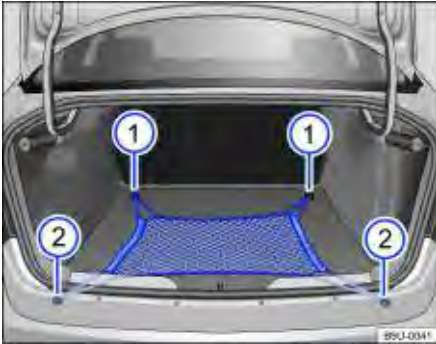

Fig. 81 No compartimento de bagagem: rede para bagagem.
Encaixar as alças da rede para bagagem ⇒ Fig. 81 ① e ② nos olhais existentes no compartimento de bagagem.